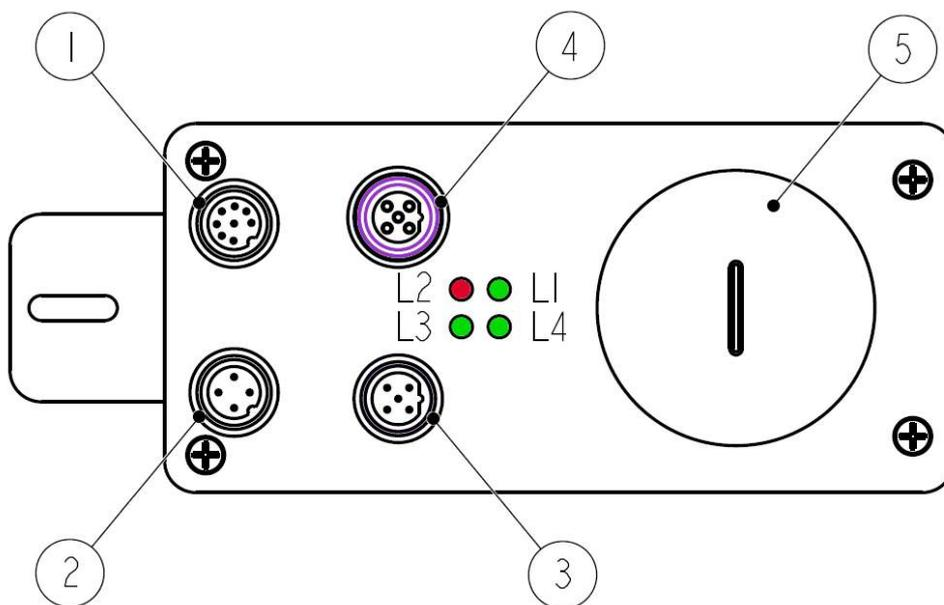

Figura 4: Connessioni elettriche
4.2 Connettori (Figura 4)
4.3 Indicatori LED (Figura 4)
Quattro led, posizionati in prossimità dei due connettori BUS (si veda la Figura 4), segnalano visivamente la condizione di funzionamento del bus di campo attivo e del dispositivo, come esplicitato nelle seguenti tabelle.